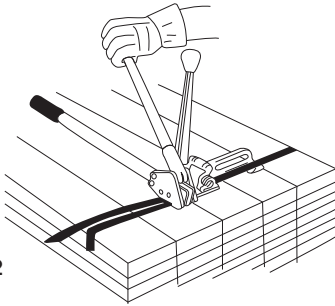

Figure 2
1. **RISQUE DE PROJECTION DU FEUILLARD** - L'utilisation d'un marteau à panne fendue, d'un pied-de-biche, de ciseaux, d'une hache ou d'outils similaires pourrait provoquer la projection du feuillard tendu avec une force dangereuse. Utilisez uniquement des couteaux conçus pour la coupe de feuillard. (Voir Figure 2) Lisez les instructions figurant dans le manuel de l'outil de coupe pour connaître la procédure appropriée de coupe du feuillard.
1. Ouvrez complètement les poignées de la scelleuse et placez les mâchoires ouvertes à une extrémité du joint. (Voir Figure 2)